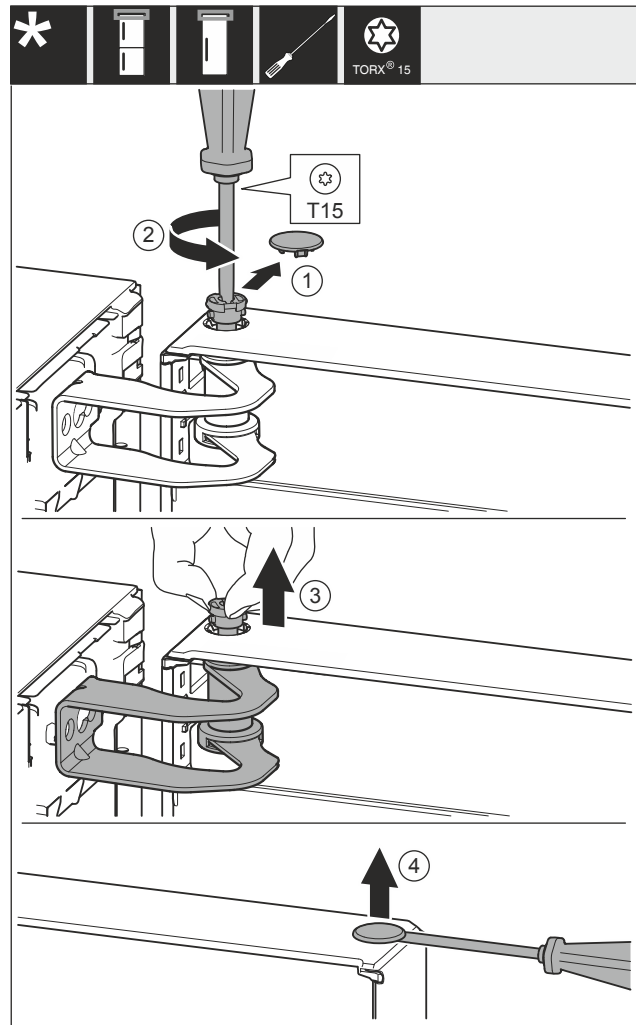

Fig. 12
- Обережно зніміть кришку Fig. 12 (1).
- Трохи викрутіть болт Fig. 12 (2) за допомогою викрутки.
- Витягніть болт Fig. 12 (3) пальцями.
- За допомогою викрутки обережно підніміть і витягніть кришку Fig. 12 (4).